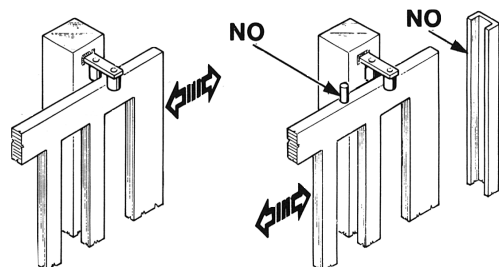

Fig. 3
Les poteaux du portail doivent avoir des glissières anti-déraillement sur la partie supérieure (Fig. 3), afin d'éviter tout décrochage accidentel.
N.B.: Éliminer les arrêts mécaniques du type indiqué, décrit dans la figure 3. Il ne devra y avoir aucun arrêt mécanique au-dessus du portail, étant donné que les arrêts mécaniques ne sont pas suffisamment sûrs.